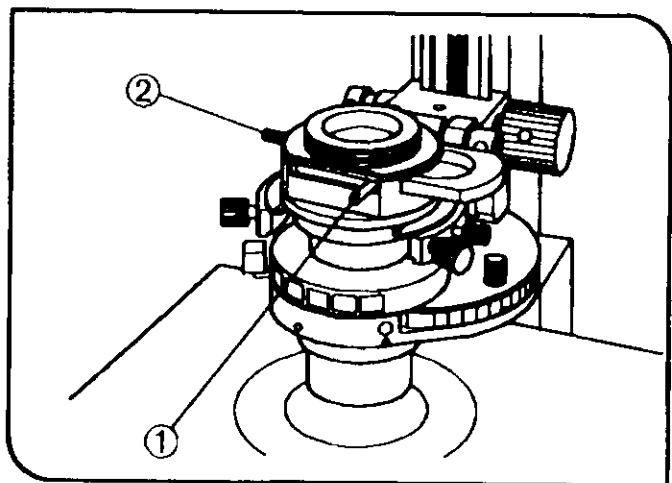

图 68
### （2）观察方法（图 68）
2. 拨动 IX-LWPO 起偏器组件上的起偏器操作杆(1)，将起偏器移进光路（图 68）
4. 围绕光轴逆时针方向水平拨动起偏器组件上的起偏器转动/固定旋钮(2)，直到视场最暗。（图 68）